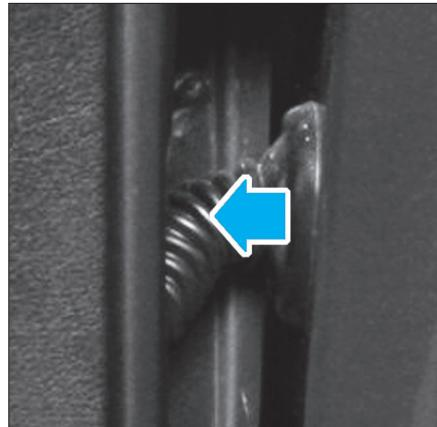

Fig. 69
- Écarter la porte, puis débrancher le connecteur alimentant la porte (Fig.69).